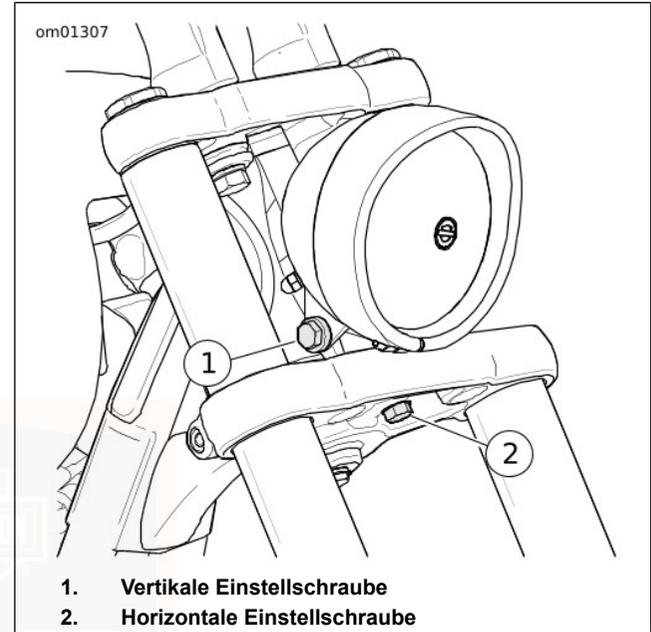

Abbildung 81. Scheinwerfereinstellung
1. Siehe Abbildung 81. Die horizontale Ausrichtung des Scheinwerfers einstellen.
- a. Die horizontale Einstellschraube (2) lockern. Den Scheinwerfer horizontal ausrichten, bis der Lichtstrahl gerade nach vorne zeigt.
2. Siehe Abbildung 81. Die vertikale Ausrichtung des Scheinwerfers einstellen.
- a. Die vertikale Einstellschraube (1) lockern. Den Scheinwerfer vertikal so weit neigen, bis der Strahl auf der Mitte der horizontalen Linie liegt.
- b. Die vertikale Einstellschraube (1) anziehen: